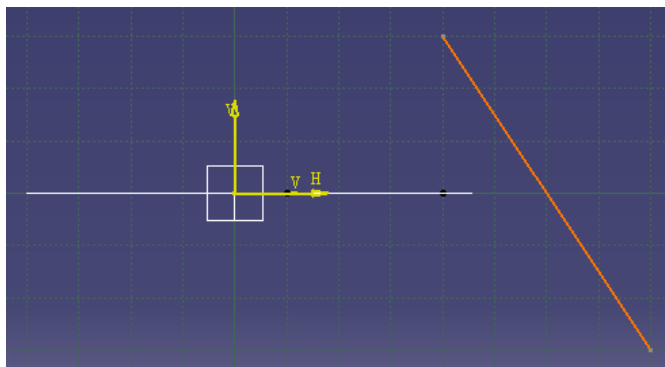

图 4-8
② 再用 yz plane → Sketcher → line 生成一个斜线后点击  (见图 4-8)。